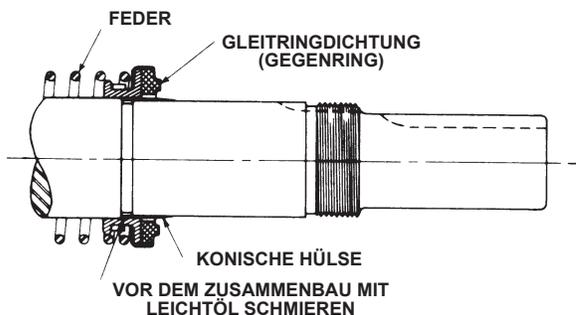

ABBILDUNG 9
6. Die Dichtungsflächen der Gleitringdichtung ausschließlich mit Fingern oder einem sauberen Lappen berühren. Für die Pumpen Q, QS und M ist eine konische Hülse separat (zusätzliche Kosten) von Viking Pump erhältlich, damit die Dichtung auf der Welle eingebaut werden kann. **Siehe Abbildung 9.**
7. Den Gegenring der Dichtung einbauen. Die Feder über die Welle in den Dichtraum und auf Stellringmitnehmer schieben. Den Federadapter (nur bei Größen Q, QS und M) an der Rückseite des metallenen Halters zentrieren, damit die Feder gegen den Adapter drückt und sich nicht über die Rückseite der Gleitringdichtung arbeitet. Die konische Hülse auf der Welle anbringen. **Siehe Abbildung 9.** Eine reichliche Schicht detergensfreies SAE-30 Schmieröl auf das Teil der Welle mit großen Durchmesser, die konische Hülse und den Innendurchmesser der Gummiteile der Dichtung auftragen. Den Gegenring der Dichtung mit der Kohlefläche nach außen auf die Welle aufsetzen und auf der Welle verschieben, bis die Feder gegen den Adapter zentriert ist.